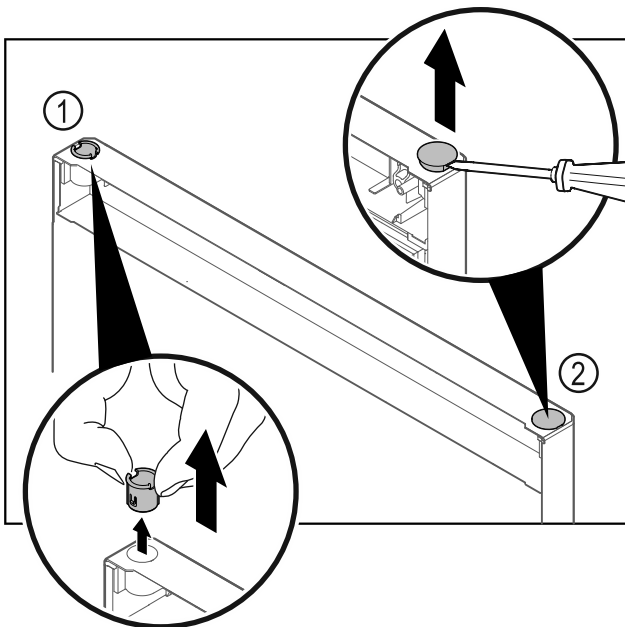

Fig. 19
- Vedä saranaholkki Fig. 19 (1) sormin pois.
- Kohota suojanastaa Fig. 19 (2) varovasti uraruuvimeis-